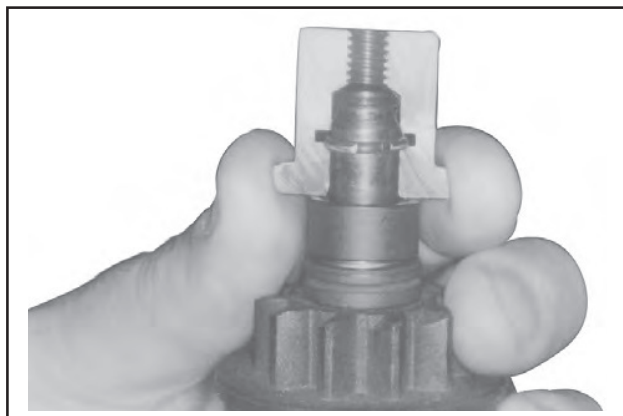

Abbildung 8-36. Montage der inneren Hälfte des Werkzeugs um die Ankerwelle und Haltering.
4. Den Federhalterling in zurückgezogener Position halten und die inneren Hälften des Demontagewerkzeugs um die Ankerwelle montieren. Dabei sollte sich der Haltering in der inneren Aussparung befinden (siehe Abbildung 8-36). Den Teller über die inneren Hälften rutschen lassen, um diese in Position zu halten.